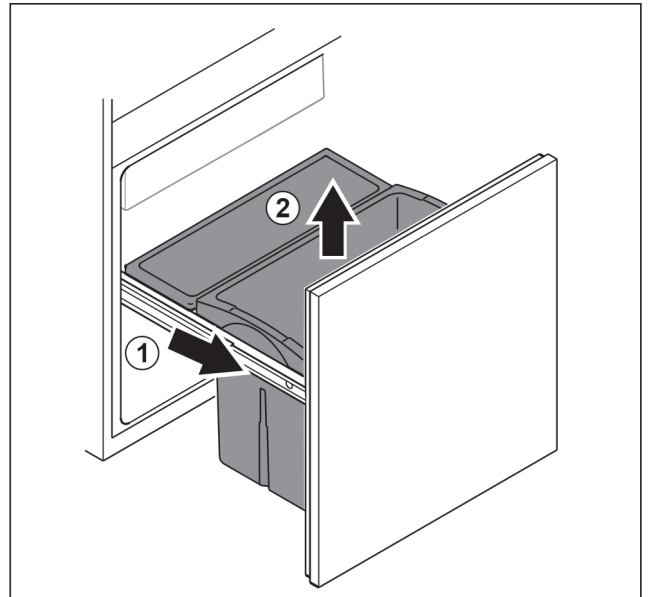

Fig. 80
- ▶ Estrarre il carrello estraibile fino all'arresto. Fig. 80 (1)
- ▶ Rimuovere il cassetto estraendolo verso l'alto. Fig. 80 (2)